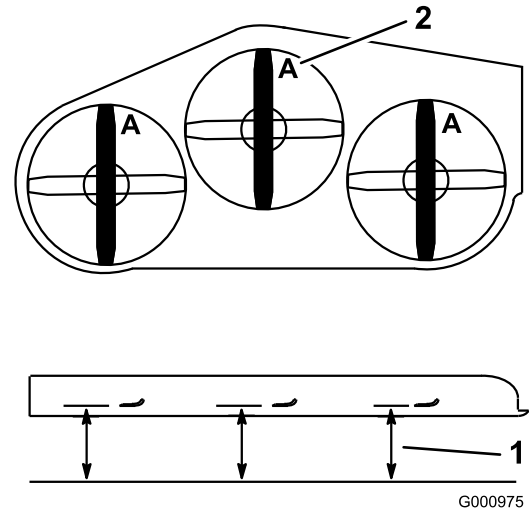

Figure 112
2. Mesurez la distance entre la surface plane et le tranchant (position **A**) des lames (Figure 112).